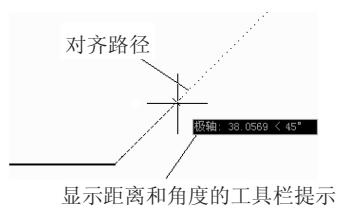

图 1-44 自动追踪
利用“自动追踪”功能用户可以按指定角度或其他对象的指定关系绘制对象。当自动追踪打开时，屏幕上将显示临时“对齐路径”(点状追踪虚线)以利于用户按精确的位置和角度创建对象，如图 1-44 所示。
(1) 对象追踪。按与对象的某种特定关系来追踪点，即以图形对象上的某些特征点作为参照点，追踪其他位置的点。
(2) 极轴追踪(光标沿极轴方向移动)。极轴追踪按事先设置的增量角及其倍数，引出相应的极轴追踪虚线，用户可在追踪虚线上进行精确定位跟踪点。使用极轴追踪，光标将按指定角度进行移动。移动光标时，如果接近极轴角或其倍角时，将显示对齐路径和工具栏提示(表示鼠标当前位置距起点的距离及与 X 轴正向的夹角)，如图 1-44。当光标从该角度移开时，对齐路径和工具栏提示消失。还可以设置附加角以追踪单独的极轴角。